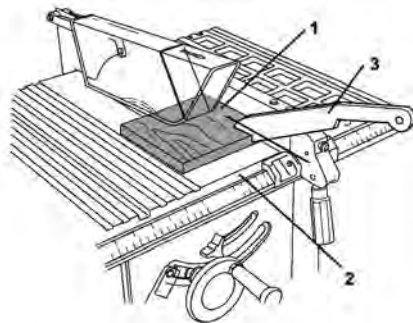

fig. 21 – corte longitudinal com instrumento auxiliar
5. Sempre mantenha as mãos fora da base da máquina, quando as mãos forem se aproximar da base da máquina (2), termine o corte com o instrumento auxiliar para corte de peças pequenas (3), fig. 21.